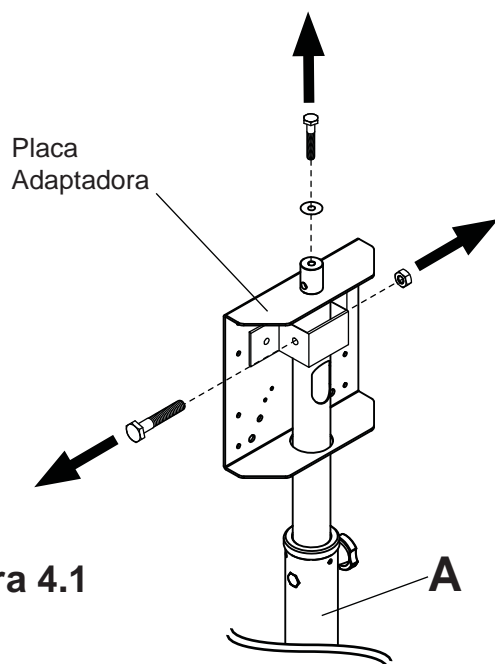
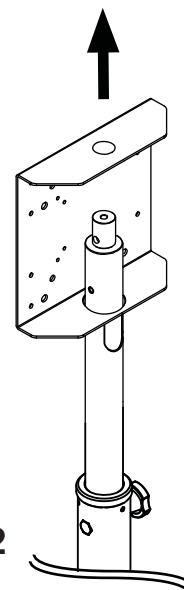

Figura 4.1
Figura 4.2
- 4 Quite el tornillo y la arandela de la parte superior de la columna ajustable (A) con una 1/2" llave como se muestra en la figura 4.1. Quite la tuerca hexagonal y el tornillo de la parte posterior de la placa adaptadora. Placa adaptadora de diapositivas de la columna ajustable (A) de la manera ilustrada en la figura 4.2 .